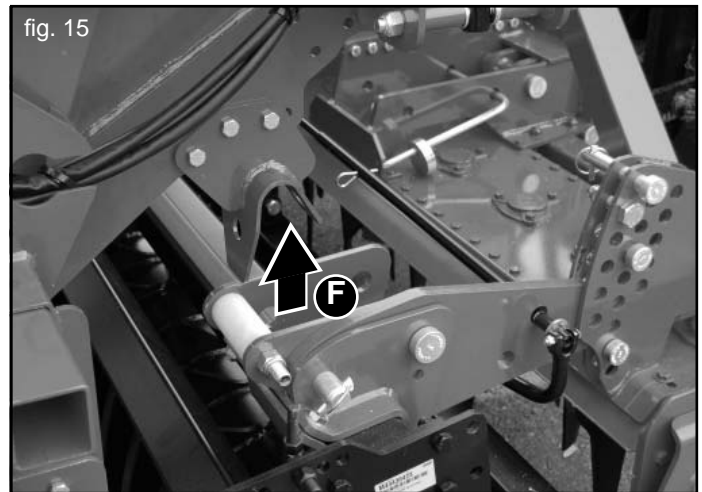

fig. 15
- 3) S'approcher avec le tracteur au semoire, en jouant sur le dispositif de levage, accrocher l'équipement dans les points prédisposés (F, Fig. 15).